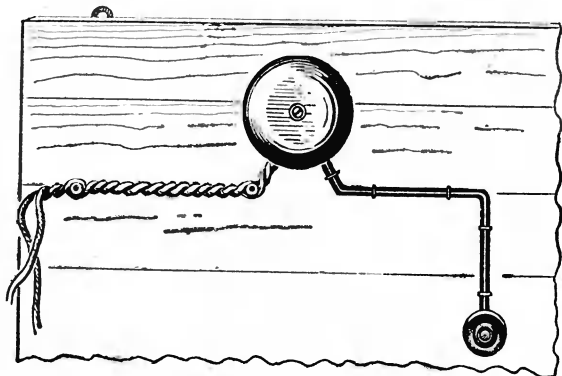

Рис. 76. Щит с проводкой для звонка.
1. Начертите схему включения звонка в сеть и разметку линии прокладки проводов на деревянном щите (рис. 76), обозначив место установки кнопки звонка. Наметьте ориентировочно места забивания скобок.